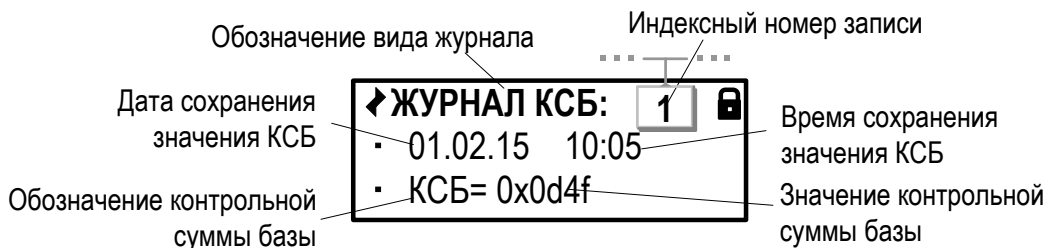

Рис.47. Вид окна индикации «Журнала КСБ».
7.3.6. Текущее значение контрольной суммы базы параметров фиксируется в **Журнале КСБ** (рис.47). Значение КСБ формируется в соответствии с установленными в тепловычислителе значениями для набора установочных параметров. Сохранение сформированного значения КСБ происходит при переводе ТВ в режим управления РАБОТА.